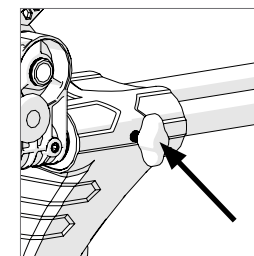

Fig. 24
- Serrez la vis de blocage de coulisse (Fig. 24).